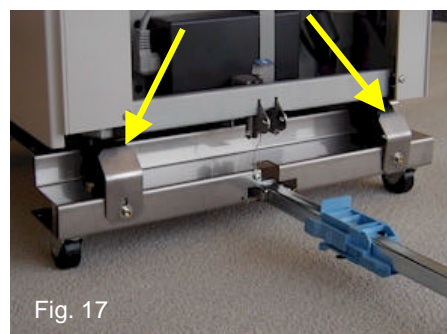

Fig. 17
- Zwei Rollen-Festhalter auf der Innenseite montieren und fest anziehen, um die Rollen in dieser Position zu fixieren (Abb. 17).